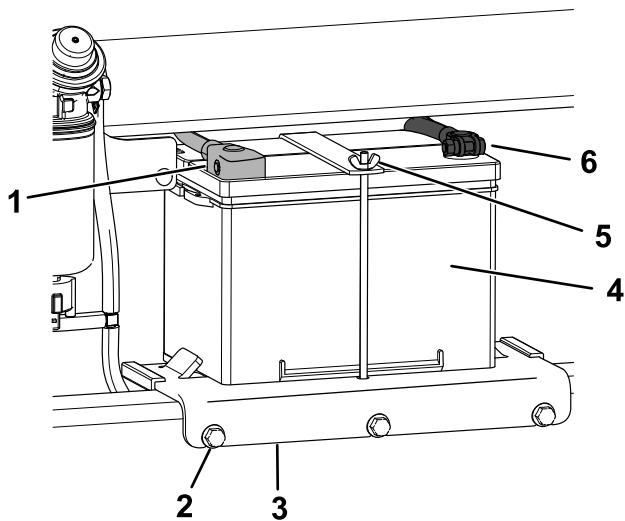

Figure 56
4. Débranchez le câble négatif (noir) de mise à la masse de la borne de la batterie (Figure 56). Conservez les fixations.
6. Débranchez le câble positif (rouge) de la borne de la batterie (Figure 56). Conservez les fixations.
7. Desserrez les 3 boulons de fixation du support de batterie et déposez le support avec la batterie (Figure 56).
1. Placez la batterie sur son support et fixez-la en place avec l'écrou à oreilles et la tige (Figure 56).
2. Montez le support de batterie sur la machine et fixez-le en place avec les 3 boulons (Figure 56). Serrez les boulons à 41 N·m (30 pi-lb).
3. En vous servant des fixations retirées précédemment, branchez le câble positif (rouge) de la batterie à la borne positive (+) (Figure 56).
5. En vous servant des fixations retirées précédemment, branchez le câble négatif (noir) à la borne négative (-) de la batterie (Figure 56).